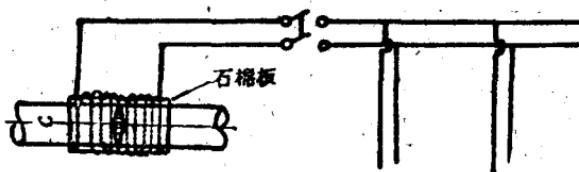

图16 大直径管道退火。
2. 大直径钢管的热处理 直径大于100毫米的钢管接头进行退火时。可用同一类型的电焊变压器四台并联起来，接通缠在管子外壁石棉板上的高温电阻丝。通电以后，可以产生高温，使接头得到同样高的温度，可以调节电流来控制温度，使温度能均匀地升降。（可参看示意图16）。